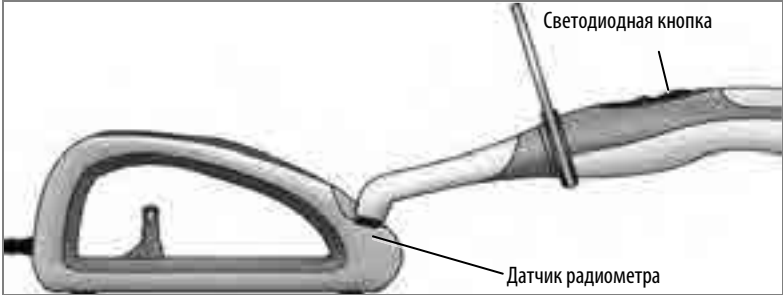

Рисунок 6. Съёмная светодиодная лампа совмещена с датчиком радиометра
3. Аккуратно держите прибор таким образом, чтобы линза съёмной светодиодной лампы совместились с датчиком радиометра (рисунок 6) и была направлена строго в центр белого круга.